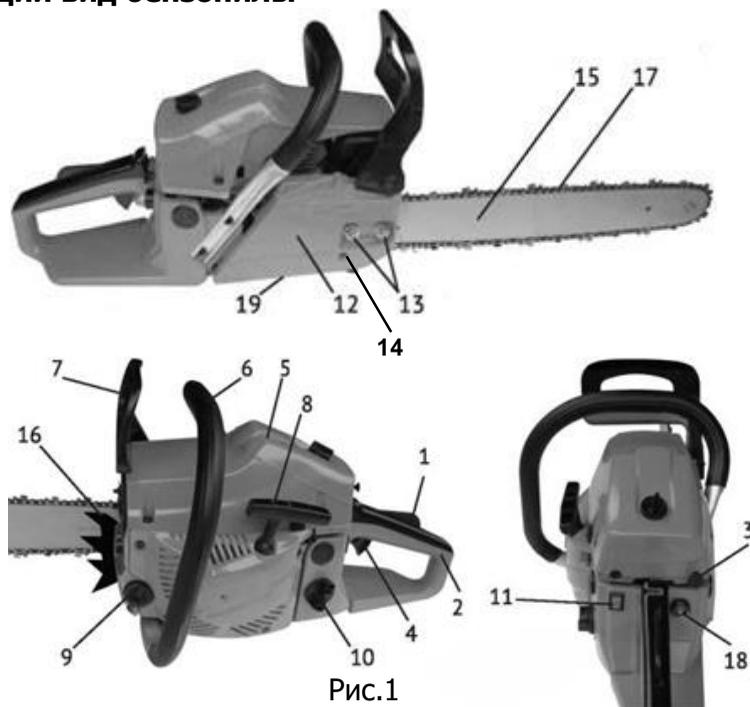

Рис.1
Бензопила – инструмент, использующий в качестве привода одноцилиндровый двухтактный бензиновый двигатель внутреннего сгорания. Рабочим органом пилы является пильный аппарат, состоящий из бесконечной (замкнутой) пильной цепи (рис.1 поз.17), бегущей по шине (рис.1 поз.15).
Двигатель работает на топливе из смеси бензина марки АИ – 92 и специального моторного масла для 2-тактных двигателей. Он оснащён мембранным карбюратором и электронной системой зажигания. Для запуска двигателя служит ручной стартёр (рис.1 поз.11) и ручной подкачивающий насос (праймер, рис.1 поз.18) для предварительной подкачки топлива в карбюратор и облегчения условий запуска при низких температурах.
Ведущая звёздочка приводится в движение автоматической муфтой сцепления. На холостых оборотах зацепление не происходит, и пильная цепь не движется. Увеличиваем обороты двигателя до рабочих нажатием на рычаг управления дросселем (рис.1 поз.4). При этом колодки муфты сцепления расходятся и входят в зацепление с барабаном. Вращение начинает передаваться на приводную звёздочку пильной цепи. После отключения рычага управления дросселем, обороты двигателя снижаются до холостого хода (около 3000 об/мин), цепь автоматически останавливается. Остановка цепи также осуществляется механическим тормозом двойного действия: вручную,
нажав левой рукой на щиток тормоза (рис.1 поз.7) движением от себя, или при срабатывании автоматического инерционного привода (при отскоке, защемлении цепи).
Две рукоятки пилы - передняя (рис.1 поз.6) и задняя (рис.1 поз.2) оснащены устройством виброгашения.
Рис.1а
1 - Рычаг безопасности; 2 - задняя рукоятка; 3 - кнопка воздушной заслонки; 4-рычаг управления дросселем; 5 - крышка воздушного фильтра; 6 - передняя рукоятка; 7 - щиток тормоза цепи; 8 - рукоятка стартера; 9- пробка масляного бака (для модели БП-160 рис.1а); 10 - пробка топливного бака; 11 - переключатель зажигания; 12 - тормоз цепи в сборе; 13 - гайка крепления шины; 14 - винт регулировки натяжения цепи; 15 - шина направляющая; 16 - упор зубчатый; 17 - цепь пильная; 18 - ручной насос (праймер); 19 - винт регулировки подачи масла.
### 2.4.1 Установка зубчатого упора (рис.1 поз.16)
Перед монтажом зубчатого упора убедитесь, что переключатель зажигания (рис.1 поз.11) находится в положении «О» - выключено.
- открутите с помощью комбинированного ключа гайки (рис.1 поз.13) крепления шины и снимите тормоз цепи в сборе;
- Ослабьте с помощью комбинированного ключа и снимите с пилы гайки (рис.1 поз.13).
- При снятом тормозе цепи установите шину (рис.1 поз.15) на крепёжные шпильки в крайнее заднее положение.
- Пильную цепь (рис.1 поз.17) наденьте на ведущую звёздочку, расположенную за барабаном сцепления. Уложите верхнюю часть цепи в паз шины, пропустите цепь между зубцами ведомой звёздочки на переднем конце шины. Потяните шину вперёд так, чтобы нижняя часть цепи «села» в паз шины. Проверьте, чтобы направление зуба цепи совпадало с направлением, указанным на корпусе. Убедитесь, что тормоз цепи находится в выключенном положении.
- Удерживая шину с цепью, установите тормоз цепи на крепёжные шпильки так, чтобы палец винта натяжения цепи (рис.1 поз.14) попал в регулировочное отверстие хвостовика шины.
- Затяните гайками (рис.1 поз.13) шину и
**Внимание!** После регулировки натяжения цепи гайки (рис. 1 поз.13) нужно затянуть окончательно.
**Внимание!** Перед регулировкой натяжения цепи убедитесь, что гайки крепления шины (рис.1 поз.13) немного ослаблены.
Регулировка натяжения цепи производится винтом (рис.1 поз.14) при ослабленных гайках крепления шины. Проверьте натяжение цепи.
- отверните пробку маслобака (рис.1 поз.9);
Расход масла для смазки цепи регулируется винтом (рис.1 поз.19). При повороте винта по часовой стрелке расход масла уменьшается, при повороте против часовой стрелки - увеличивается (символы MAX и MIN на корпусе).
- установите переключатель зажигания (рис.1 поз.11) в положение «I» - включено;
- несколько раз медленно нажмите на колпачок праймера (рис.1 поз.18) для подкачки топлива, пока смесь не заполнит резиновый колпачок кнопки;
- вытяните до упора кнопку воздушной заслонки (рис.1 поз. 3) из корпуса бензопилы;
- правой рукой за рукоятку стартера (рис.1 поз.8) сделайте несколько коротких рывков шнура стартера до первых признаков запуска двигателя (схватывание);
- при необходимости, несколько раз медленно нажмите на колпачок праймера (рис.1 поз.18) для подкачки топлива, пока смесь не заполнит резиновый колпачок кнопки;
- вытяните до упора кнопку воздушной заслонки (рис.1 поз.3) и затем полностью задвиньте обратно, тем самым дроссельная заслонка займет пусковое положение;
- вывернуть свечу зажигания, которая находится под крышкой (рис.1 поз.5) воздушного фильтра;